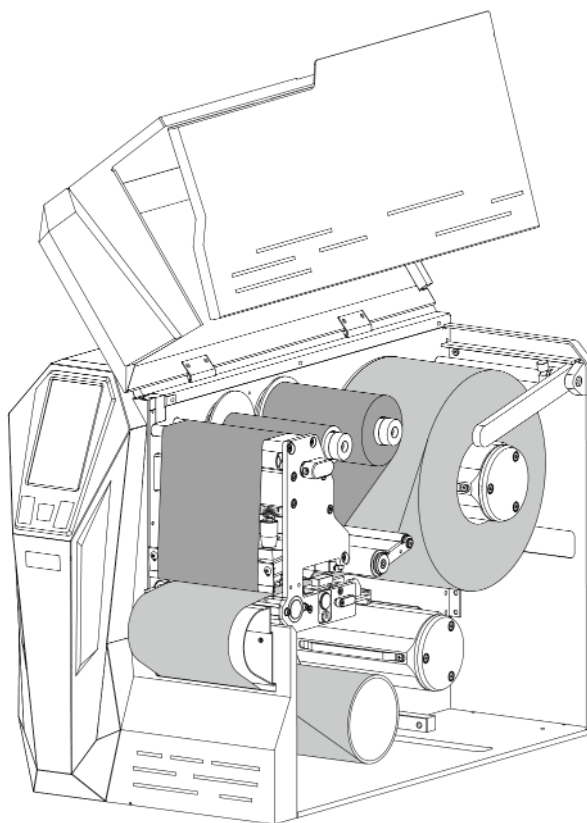

Рисунок 2-37 Установка носителя
8. Протяните носитель согласно рис. 2-7. Проденьте носитель через отверстие в нижней лицевой пластине, затем оберните вокруг запасной втулки, чтобы сформировать рулон намотки носителя, как показано на рис. 2-37.